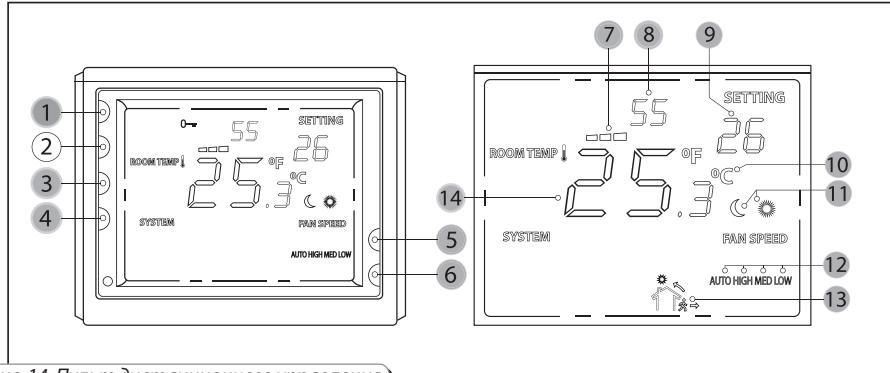

Рис. 14. Пульт дистанционного управления
После аварийного сигнала циркуляционный насос будет задействован независимо от предыдущего режима работы. После выяснения и устранения причины неисправности необходимо разблокировать аварию, нажав кнопку пуска (1) на пульте управления (см. рис. 14).
Установка оснащена дистанционным пультом управления (рис. 14), который обеспечивает следующие функции:
Включение/выключение установки осуществляется кнопкой (1), рис. 11. Расход воздуха (LOW, MED, HIGH или AUTO) устанавливается последовательным нажатием кнопки (3) см. рис.14, при этом устанавливаемая скорость отображается на экране пульта управления. Установка режима «день» / «ночь» осуществляется кнопкой (4) . Для переключения системы из режима «день» в режим «ночь» необходимо нажать кнопку (4) и удерживать ее в течении 3 с. В режиме «ночь» поддерживается минимальная температура приточного воздуха, установленная в сервисном меню - от +18 °C до +25 °C (режим работы вентиляторов не изменяется). Установленный режим отображается на экране пульта управления (11). Установка желаемой температуры приточного воздуха осуществляется кнопками (5) и (6), при этом устанавливаемая температура отображается на экране пульта управления (9).